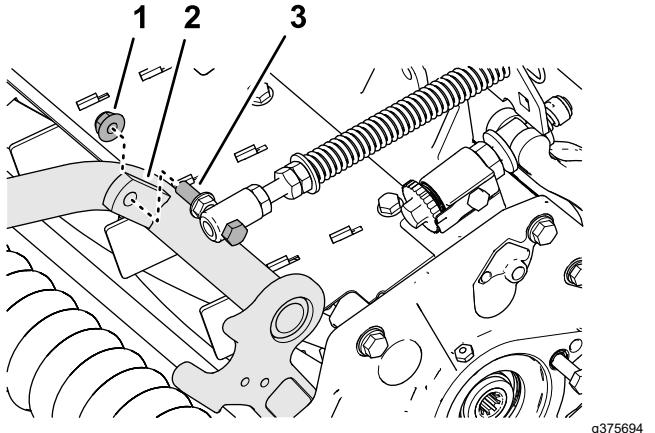

Figura 9
4. Monte el tornillo del muelle de compensación del césped en la pestaña derecha del bastidor de tiro (Figura 9) con la contratuerca con arandela prensada (3/8").